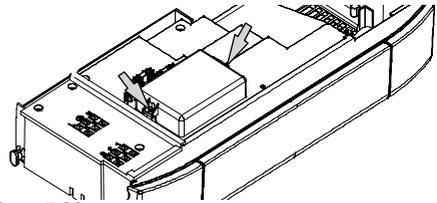

Рис. 5.23
- Открутите два винта, см. Рис. 5.23, и откройте крышку клеммной колодки внешнего датчика.